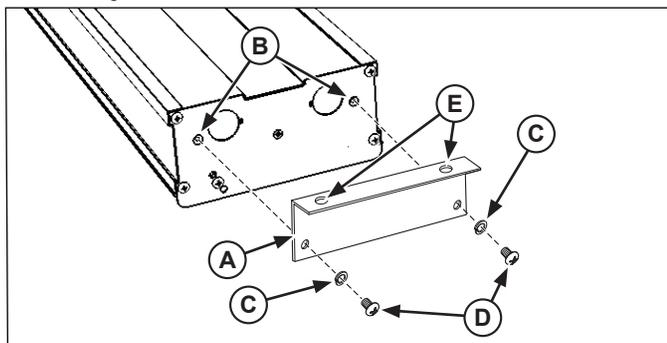

Figure 2. Installation des supports de fixation superposée.
2. Fixez le support de fixation superposée (A) aux trous de fixation (B) à l'aide des rondelles d'arrêt (C) et des vis (D). Reprenez à l'autre extrémité. Voir la figure 2.